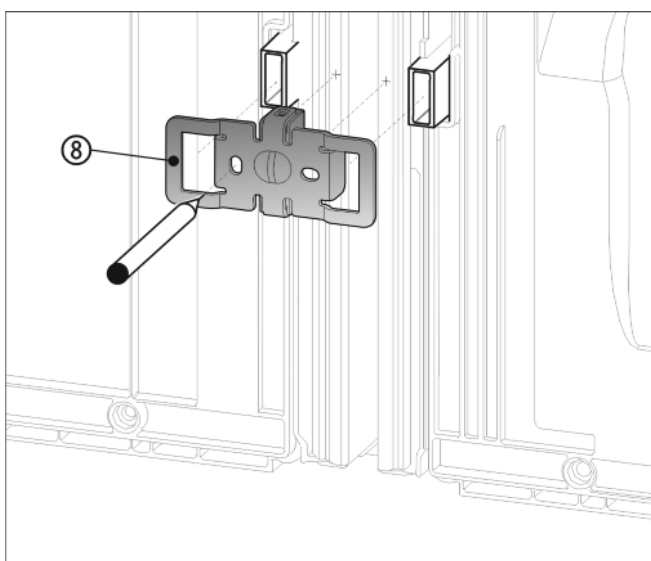

Fig. 10
- ▶ Uholník Fig. 10 (8) s vybraniami posuňte nad uchytenie pre dištančné držiaky na stenu